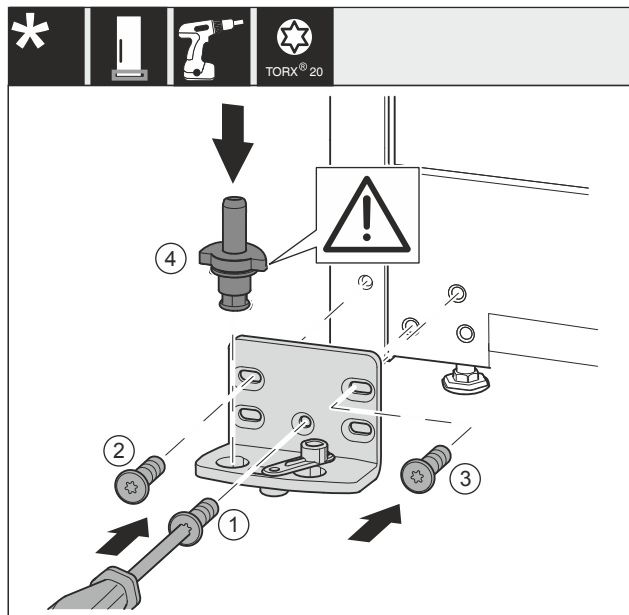

Fig. 38 *
- ▶ Postavite podložak ležaja na drugu stranu i pritegnite ga odvijačem. Započnite s Fig. 38 (1) dolje u sredini.*
- ▶ Pritegnite vijak Fig. 38 (2) i Fig. 38 (3).*
- ▶ Potpuno umetnite podložak ležaja Fig. 38 (4). Pritom se pobrinite za to da je uskočna izbočina okrenuto prema natrag.*